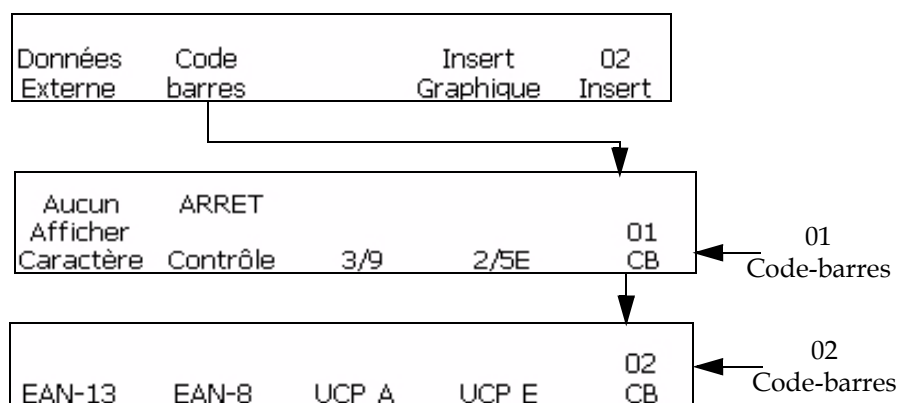

Figure 5-53: Fenêtre <02 Code-barres>
- 1 Commencer dans la Fenêtre <02 Insertion> (01 Editer > 02 Editer - Insertions > 01 Insertion > 02 Insertion). Voir Figure 5-53.